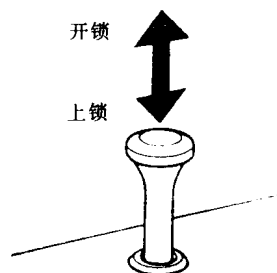

图 1-13
2. 不用钥匙开、锁门的方法(见图 1-13、1-14、1-15)